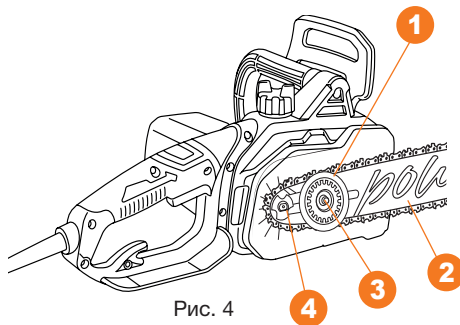

Рис. 4
3. Выкрутите максимально вправо натяжную шайбу **1**, на неустановленной шине, затем установите шину на направляющую шпильку **3** и выкрутите натяжную шайбу влево, чтобы шина **2** переместилась максимально близко к ведущей звездочке **4**. Сориентируйте направление зубьев цепи по стрелке на корпусе и наденьте ее на ведущую звездочку, уложите цепь в пазы шины (Рис. 4).